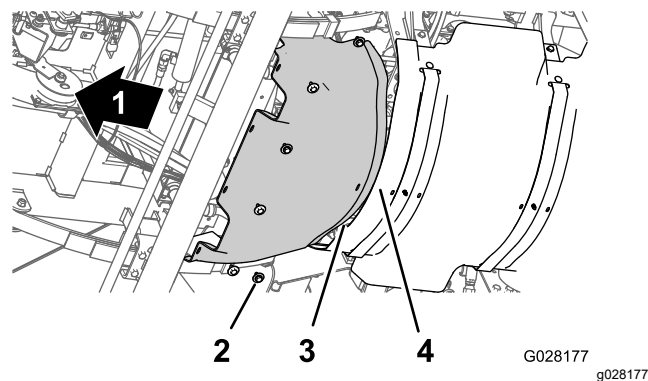

Figure 62
1. Alignez la bride arrière de l'écran pare-chaleur avant et la bride avant de l'écran pare-chaleur arrière (Figure 62).
2. Alignez les trous de l'écran pare-chaleur avant et les trous filetés du châssis (Figure 62).
3. Montez l'écran pare-chaleur avant sur la machine au moyen des 6 boulons à tête hexagonale et des 6 rondelles (Figure 62) retirés à l'opération 3 de Dépose de l'écran pare-chaleur avant \(page 56\).